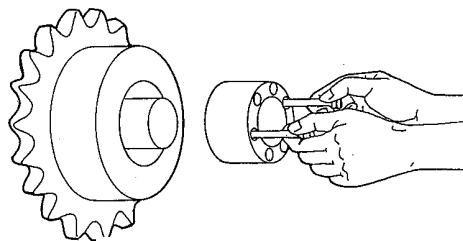

図3 挿入方法例
4. 仮組完了後、図3の様にテーパーリングA上の抜きタップ穴のボルトを持ってボス、軸に挿入してください。ハンマー等では絶対に叩かないでください。このとき、水平に挿入する場合はボスが自重で傾くことが無いよう、支持して作業を行ってください。（パワーロック本体やボスの変形や破損の原因になります。）